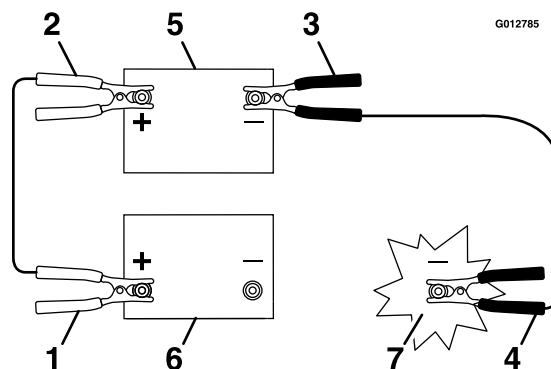

Figura 56
3. Collegate il cavo positivo (+) al morsetto positivo (+) della batteria scarica collegata allo starter o al solenoide come illustrato in Figura 56.